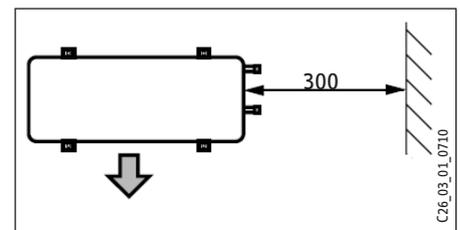

Abb. 6
- Halten Sie die, wie in Abb. 6 bis 8 beschriebenen Mindestabstände zum Gebäude ein
Die Mindestabstände beim Geräteaufbau, wie in Abb. 6 bis 8 angegeben, sind zwingend einzuhalten um einen störungsfreien und sachgemäßen Betrieb gewährleisten zu können.